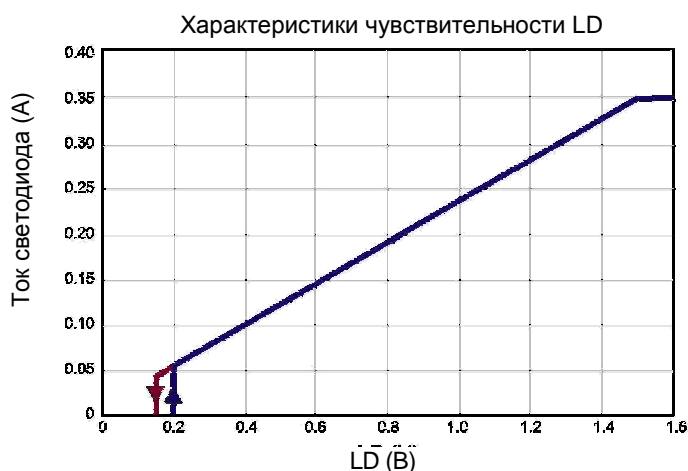

Рис.3. Типовая чувствительность линейного димминга драйвера светодиодов HV9961
Когда напряжение на LD падает ниже 1,5 В, внутреннее опорное напряжение 275 мВ, подаваемое для обратной связи по постоянному току, замещается величиной $V_{LD} \cdot 0,185$. До тех пор, пока ток в индукторе является непрерывным, величина светодиодного тока определяется по формуле (3) выше. Однако когда V_{LD} опускается ниже 150 мВ, выход GATE отключается. Сигнал GATE восстанавливается, когда V_{LD} превышает 200 мВ. Это необходимо в некоторых приложениях для выключения светодиодной лампы посредством того же самого входа сигнала, который используется для регулировки яркости. Типичные характеристики чувствительности при линейном димминге показаны на рис.3.